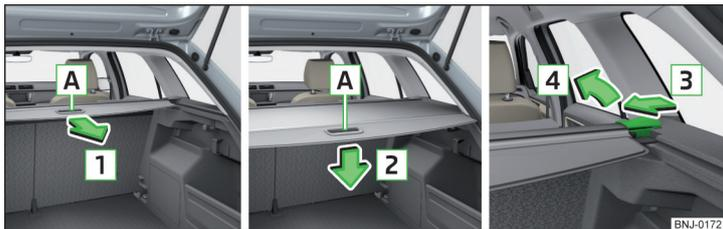

Fig. 102 Cubierta enrollable: extraer/enrollar/sacar
- Coja la cubierta por el tirador [A] y extráigala en el sentido de la flecha [1] hasta el tope hasta que encastre de forma audible » fig. 102.
- Presione la cubierta en la zona del tirador [A] en el sentido de la flecha [2] » fig. 102.
- Presione en el lado de la barra transversal en la dirección de la flecha [3] y saque la cubierta realizando en la dirección de la flecha [4] » fig. 102.
- Presione en el lado de la barra transversal en la dirección de la flecha [3] y coloque la cubierta contra la dirección de la flecha [4] » fig. 102.